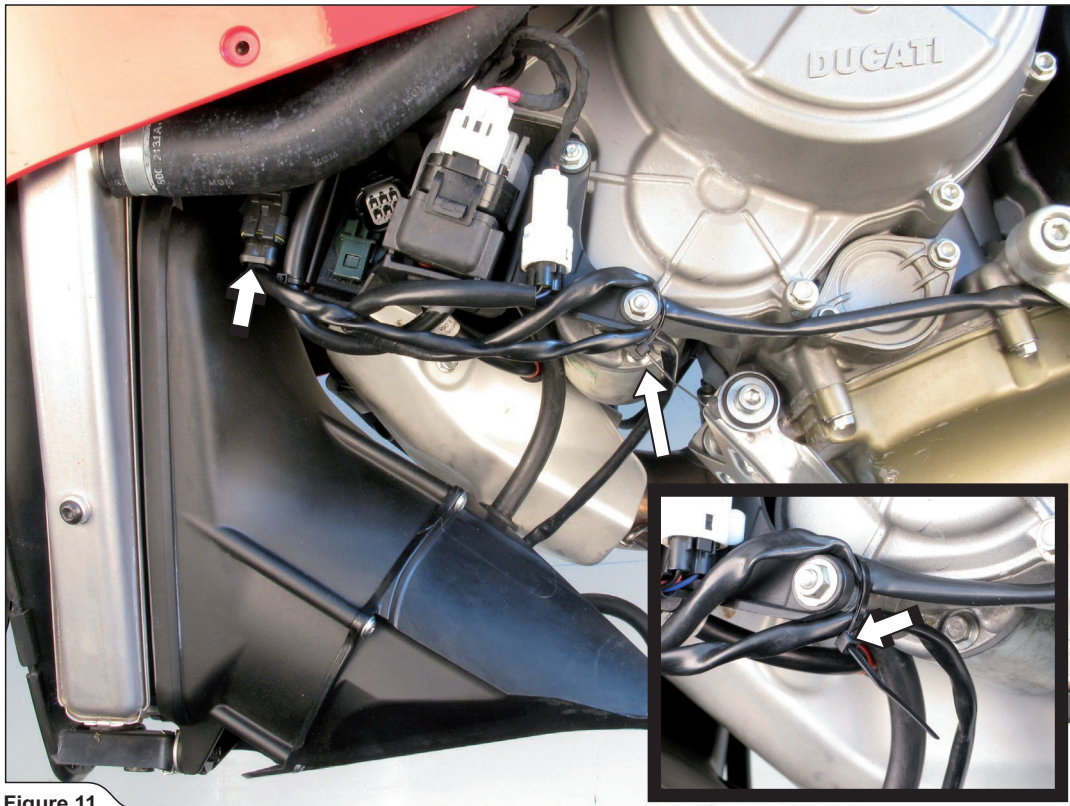

Figure 11
7. Relier de nouveau le connecteur du ventilateur de refroidissement et fixer les câbles électriques comme indiqué, en utilisant le collier serre-flex compris dans le kit d'installation Akrapovič (Figure 11).
7. Den Verbinder des Kühllüfterrads wieder anschließen und die elektrischen Kabel wie angegeben mit dem im Installationskit Akrapovič enthaltenen Kabelbinder befestigen (Figure 11).